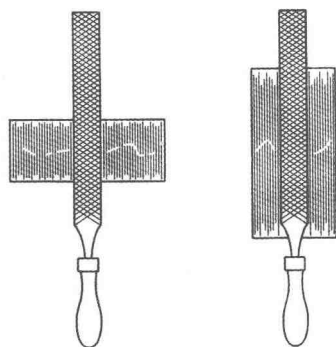

图 1 顺向锉法
(1) 顺向锉法。这种锉法常用于交叉锉法之后，主要是把锉纹锉顺，起锉光作用，或锉削不大的平面，如图 1 所示。